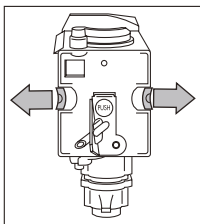

Fig. 44
- Po włożeniu zaparzacza upewnij się, że dwa kolorowe przyciski wróciły na swoje pierwotne pozycje, w przeciwnym przypadku nie zamkniesz drzwiczek serwisowych (Rys. 44).